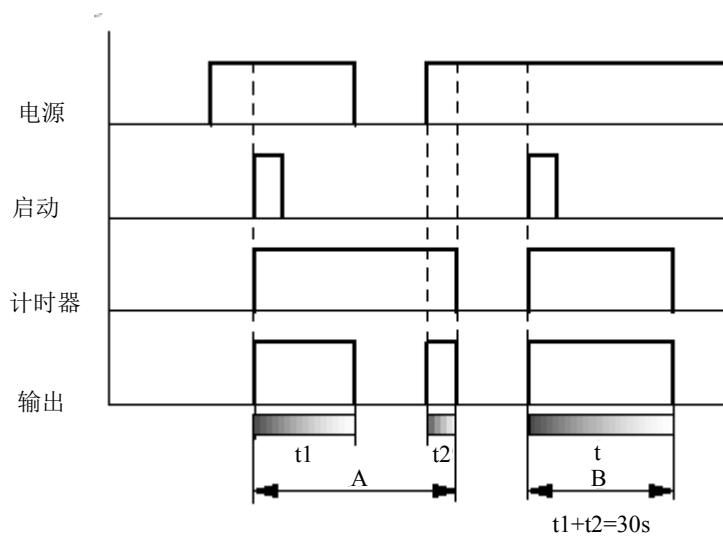

图 5-25 继电器工作时序图
2. 编程实现图 5-25 所示时序。（提示：要用到时间继电器的保持功能。）